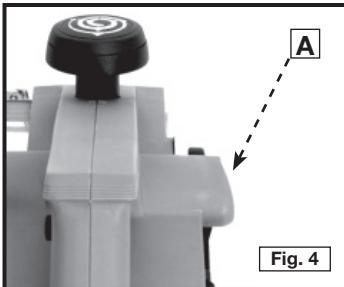

Fig. 4
Le rabot est pourvu d'un orifice d'échappement de copeaux (A) Fig. 4. Un grand volume de copeaux et de bran de scie sera expulsé de cet orifice lorsque le rabot est en marche.